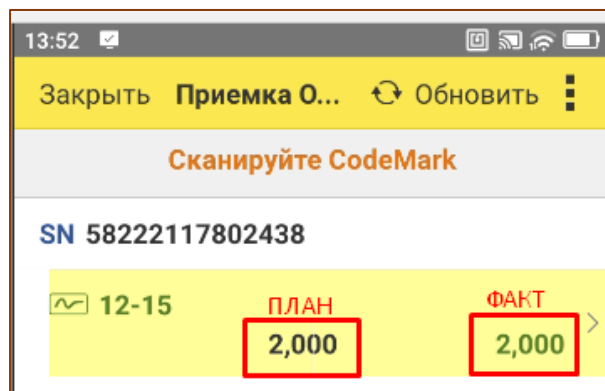

Рис. 12.6 - Сканирование КМ в документ "Приемка"
2. Далее необходимо произвести сканирование КМ товаров, которые принимаются на склад. После сканирования будет отображено количество товаров к приемке (Рис. 12.6):